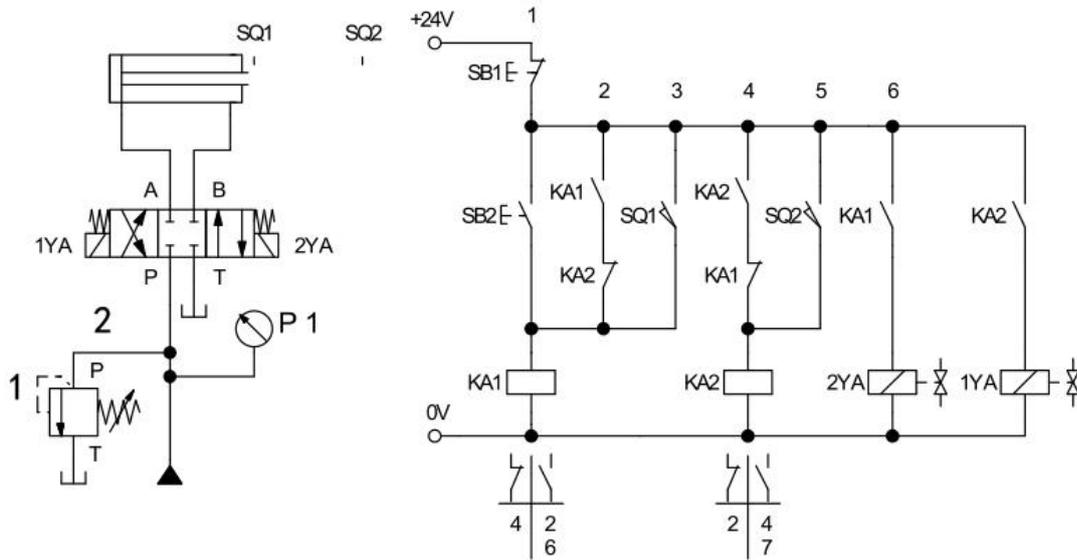

图 H1-1-2自动连续换向回路的液压回路和电气控制线路图
(1) 任务描述：在液压实训系统中采用行程开关搭建控制液压缸自动连续换向回路液压回路和电气控制线路如下图H1-1-2所示。